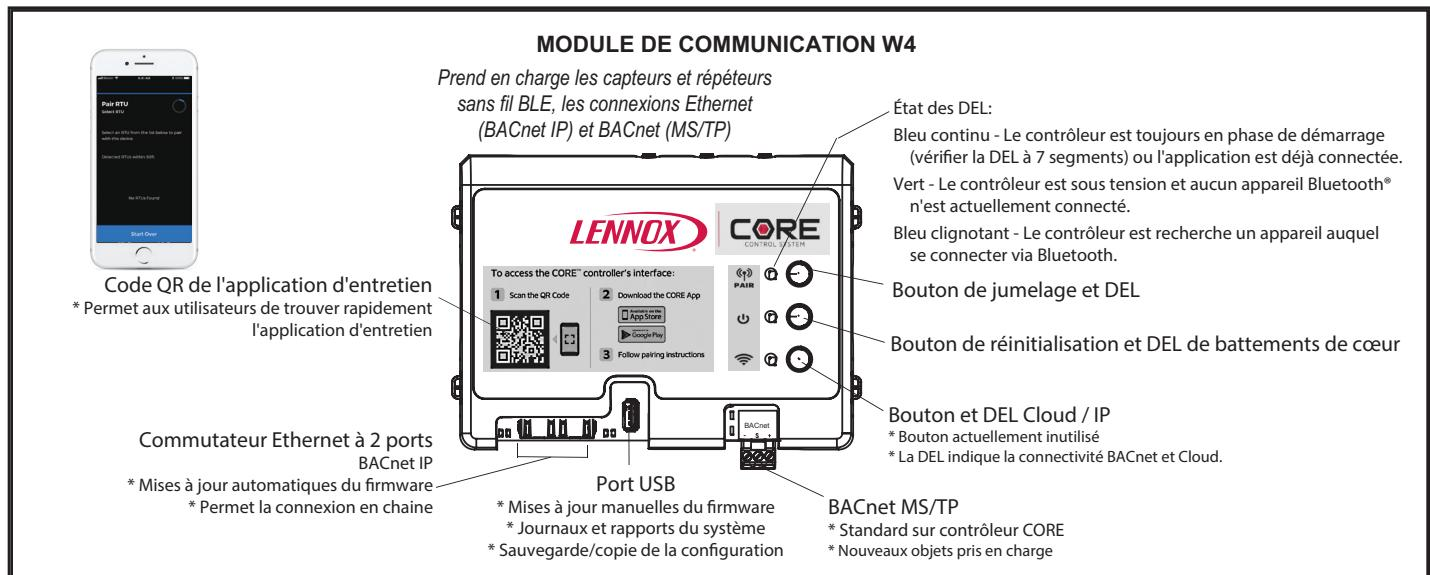

FIGURE 22
- Appuyez sur le bouton de jumelage et le maintenir enfoncé pendant 5 secondes. Reportez-vous à la FIGURE 22.